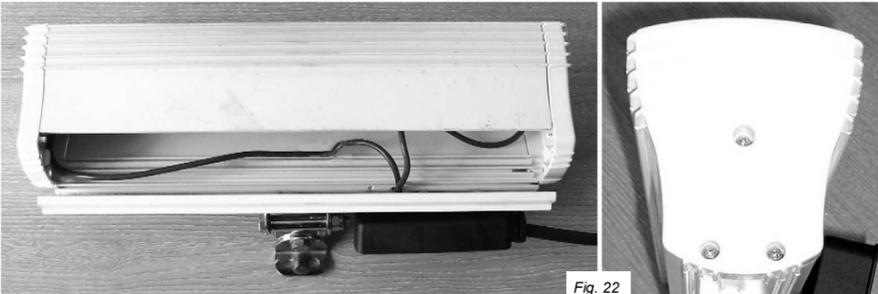

Fig. 22
22. Si les fils peuvent bouger librement et les protecteurs et les réflecteurs de côté sont corrects, la plaque arrière doit être fermée et toutes les vis remontées et bien serrées, comme Fig.22.